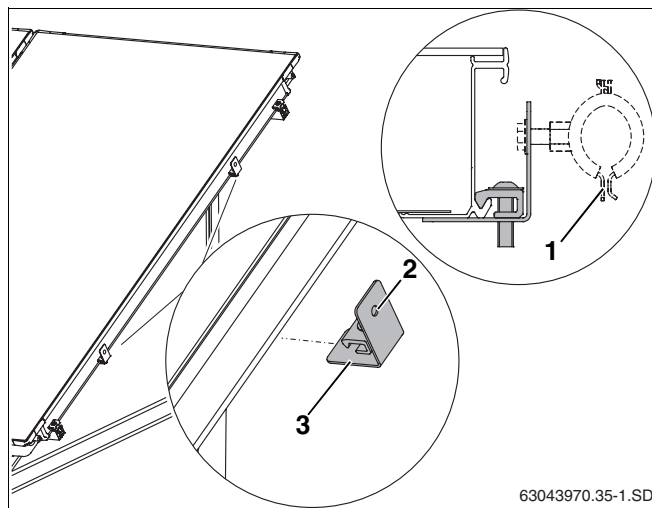

Fig. 56 Fixer le support au cadre du capteur
Nous recommandons d'utiliser les colliers de serrage habituellement disponibles dans le commerce (fig. 56, **pos. 1**) pour la fixation du tube collecteur à la cheville M8 du support (fig. 56, **pos. 2**).
- Insérer le support (fig. 56, **pos. 3**) dans le cadre du capteur et serrer la vis avec une clé SW5.